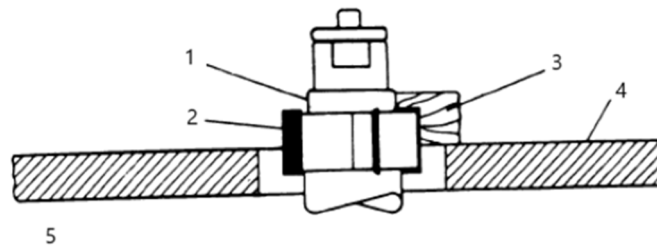

Figure 6
5. En aucun cas une petite pièce ne doit être façonnée contre les colliers comme indiqué sur la figure 6.